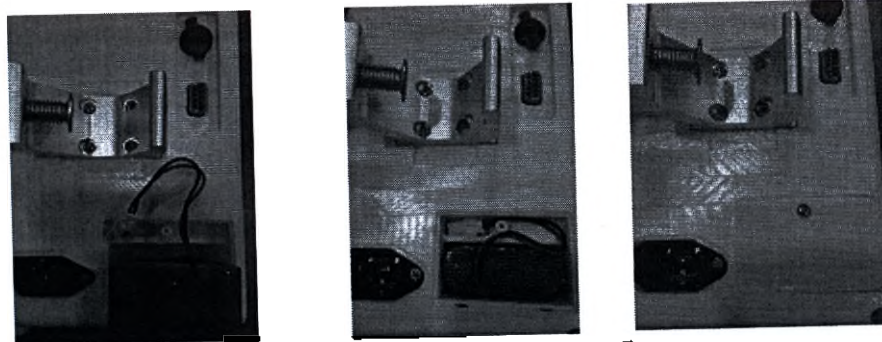

Рисунок 13.7.1 – Установка батареи
- Подсоедините клеммы аккумуляторной батареи в гнездо (см. рис.13.7.1). Убедитесь, что батарея подключена к устройству.
- Установите аккумуляторную батарею в полость батарейного отсека (см. рис.13.7.1).